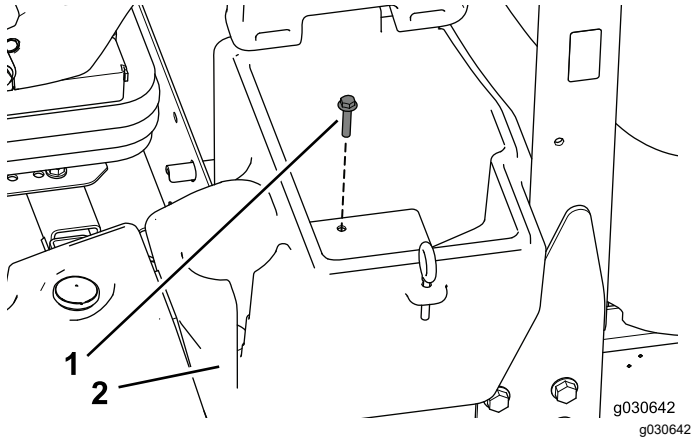

Figura 3
1. Retire y guarde el perno que sujeta el compartimento de almacenamiento situado en el lado izquierdo de la máquina (Figura 3).